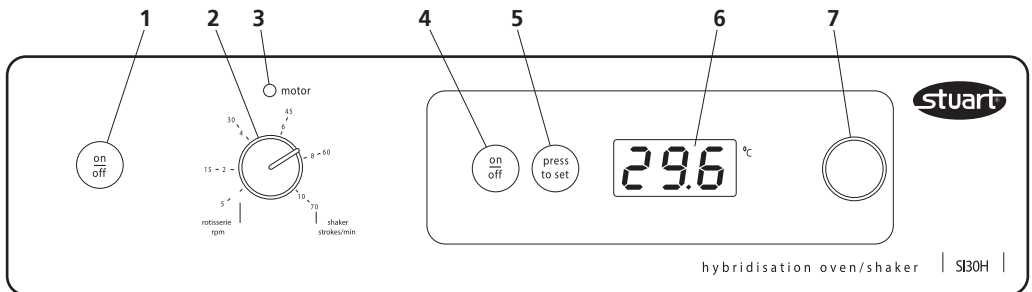

Figure 3: Commandes du panneau avant
- Les commandes de température de l'étuve se situent sur le côté droit du panneau de commande (numéros 4 à 7 sur la figure 3).
- 5.6 Les commandes de vitesse se trouvent sur le côté gauche du panneau de commandes (numéros 1 à 3 sur la figure 3). Mettez le tournebroche / agitateur sous tension en appuyant sur le bouton marche/arrêt (1). Le voyant indicateur rouge (3) au-dessus du sélecteur de vitesse (2) va s'allumer.